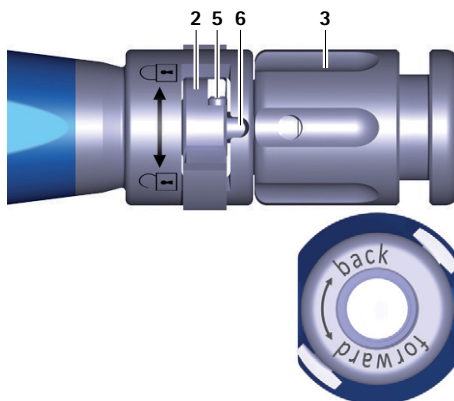

Fig. 1 Primer plano del instrumento de inserción, interruptor abierto
- Gire la tuerca giratoria **3** del instrumento de prueba **A** en sentido contrario de las agujas del reloj (en dirección "forward") para deslizar la barra **6** hacia delante, ver Fig. 1.
- Gire el interruptor **2** hacia la izquierda (en dirección a ) ver Fig. 1.
- Gire el interruptor **2** hacia la izquierda (en dirección a **4**), ver Fig. 1.
- Compruebe la posición de acoplado del instrumento de inserción **A**, ver Fig. 1.
- Gire la tuerca giratoria **3** en sentido contrario de las agujas del reloj (en dirección "forward") para deslizar la barra **6** hacia delante, ver Fig. 1.